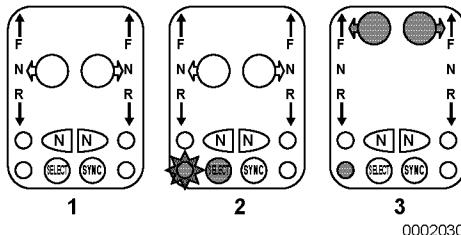

Figura 12
1. (Figura 12, (1)) se muestra un puesto inactivo.
2. Presione el botón SELECT (Figura 12, (2)). El botón se ilumina (en gris en Figura 12) y el indicador de puesto seleccionado parpadea (estrella alrededor del indicador en (Figura 12)).
3. Mueva la palanca o palancas para abrir gas avante ("F") o atrás ("R") hasta que su posición coincida con la del puesto activo (Figura 12, (3)). La luz del botón de la palanca correspondiente se ilumina de forma fija (en gris en la (Figura 12, (3))) y el indicador de puesto seleccionado se ilumina de forma fija (en gris en la (Figura 12, (3))).